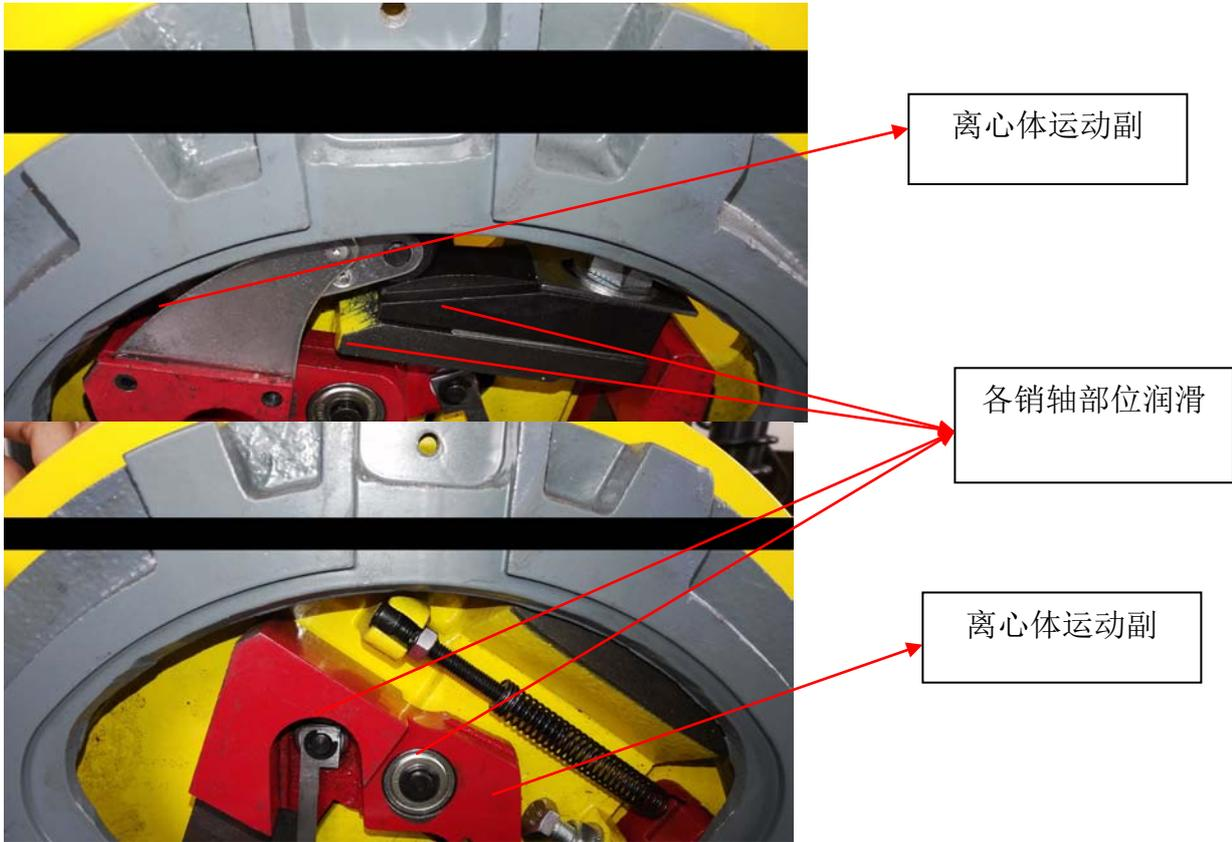

图 9
3.1.2.5 绳轮部件各销轴部位清洁润滑，并保证离心体运动副旋转灵活无卡涩，如图 9